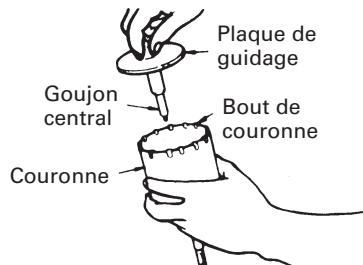

Fig. 19
- (4) Engager la plaque de guidage dans la couronne et tourner la plaque de guidage à gauche ou à droite de manière à ce qu'elle à ce qu'elle ne puisse pas tomber, même si elle orientée vers le bas. (Fig. 19)